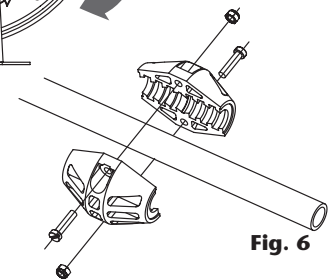

Fig. 6
4. Pase el extremo de la manguera a través de la salida para manguera la longitud deseada y deje el tambor trincado en la posición más cercana, finalmente coloque el tope manguera (fig. 6).
7. Pase el extremo de la manguera a través de la salida para manguera la longitud deseada y deje el tambor trincado en la posición más cercana, finalmente coloque el tope manguera (fig. 6).